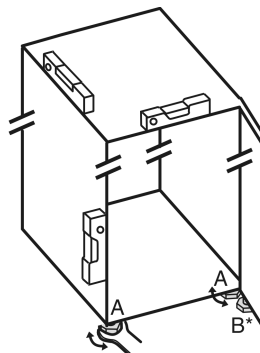

Fig. 34
- ▶ Nastavljive noge Fig. 34 (A) odvijajte s priloženim ključem z odprtim koncem in vodilom, dokler naprava ni trdno poravnana in vodoravna.
- ▶ Nastavljivo nogo Fig. 34 (B) na ležajnem podstavku spodaj odvijajte s priloženim ključem z odprtim koncem, dokler ne stoji trdno na tleh.
- ▶ Nastavljivo nogo Fig. 34 (B) obrnite še za največ 90°, da preprečite poškodbe vrat.